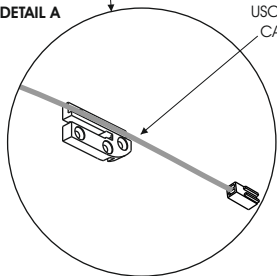

Fig 5
- Choose suitable brackets (4) based on the thickness of the side panel. This choice is facilitated by the inscriptions printed on the brackets themselves, which also make it easier to identify the rh and lh bracket.
- Fasten the brackets (4) to the cabinet using the screws (5) in the package (fig.5).
- Die Bügel (4) nach der Stärke des seitlichen Paneels wählen. Diese Wahl wird durch die auf die Bügel gedruckten Aufschriften erleichtert, die außerdem das Unterscheiden des re. und li. Bügels ermöglichen.
- Die Bügel (4) mit den beiliegenden Schrauben (5) am Möbel befestigen (abb.5).